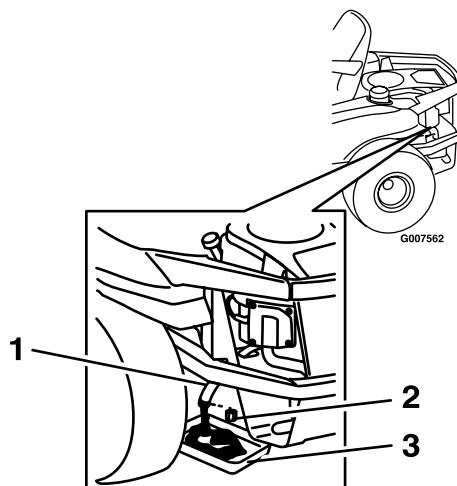

Figura 27
de la máquina, directamente debajo del orificio de vaciado del bastidor, según se muestra en Figura 27
6. Retire el tapón de vaciado del aceite (Figura 27).
9. Cuando se haya drenado completamente el aceite, coloque el tapón de vaciado. Apriete el tapón a un par de 14 N·m (125 pulgadas-libra). Limpie cualquier exceso de aceite del bastidor (Figura 27).
contacto con el adaptador, luego apriete el filtro 1/2-3/4 de vuelta más (Figura 27).